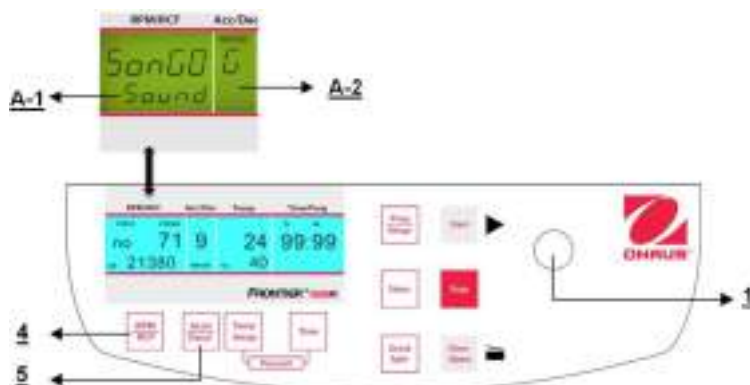

Figure. 34
Poursuivre conformément à la description du paragraphe 4.1.1 pour entrer dans ce mode de programme et appuyer ensuite sur la touche **"Accel/Decel"** (5). Sur l'affichage **"Acc/Dec"** (A-2), le mot **"Service"** clignote. Sélectionner maintenant la lettre **"G"** avec le bouton de réglage (1). Ceci entraîne l'apparition des mots **"SonGo/Sound"** sur l'affichage **"RPM | RCF"** (A-1). Après avoir appuyé sur la touche **"RPM | RCF"** (4), il est possible de sélectionner une sonorité avec le bouton de réglage (1). (voir la figure 34)